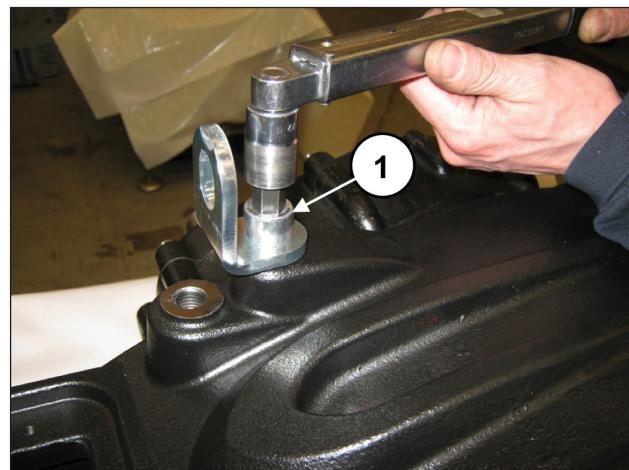

Fig. 99
Aplique as tampas e os suportes de elevação mediante os parafusos especiais M16x30 (pos. ①, Fig. 99).